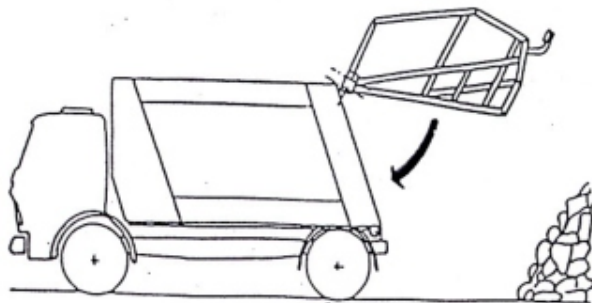

Рис. 26
6.5.6. Нажать на кнопку опускания заднего борта 2 (рис.11) и опустить задний борт до конца. Запорные штанги при этом должны войти в отверстия кронштейнов кузова (рис.26).